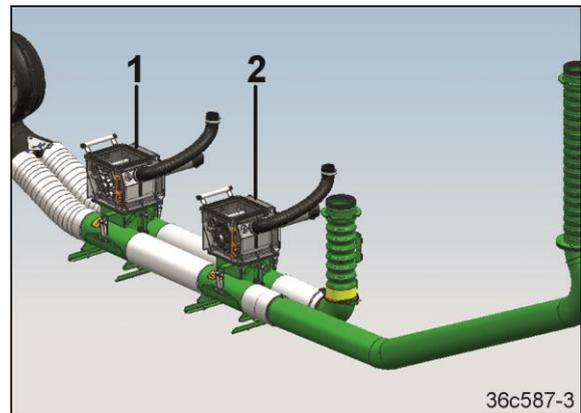

Fig. 253
- Dosierer 1 (vorne, Fig. 253/1)
- Dosierer 2 (hinten, Fig. 253/2)